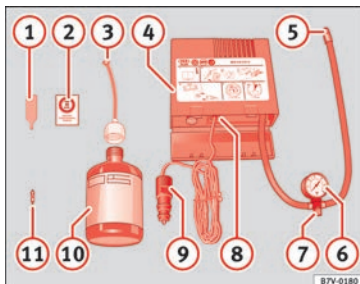

Bild 57 Standardtyp: Innehåll i däckreparationssatsen
- Skruva ur däckets ventilhått och insats. Använd verktyget » **bild 57 ①** för att ta bort insatsen. Placera den på en ren yta.
- Skaka flaskan med tätningsmedel för däck- en kraftigt » **bild 57 ⑩**.
- Skruva på påfyllningsslangen » **bild 57 ③** på flaskan med tätningsmedel. Flaskans tätning bryts automatiskt.
- Ta bort förslutningen från påfyllningsslangen » **bild 57 ③** och skruva fast slang- en på däckventilens gänga.
- Sätt tillbaka pluggen på däckventilen med hjälp av verktyget » **bild 57 ①**.
- Skruva fast påfyllningsslangen till kom- pressorpumpen » **bild 57 ⑤** i ventilen.
- Kontrollera att luftningsskruven är stängd » **bild 57 ⑦**.
- Sätt i kontakten » **bild 57 ⑨** i bilens 12- volts eluttag » **bild 57 ⑨** sidan 132.
- Slå på luftkompressorn med ON/OFF-bryta- ren » **bild 57 ⑧**.
- Kontrollera trycket igen efter 10 minuter » **bild 57 ⑧** sidan 78.